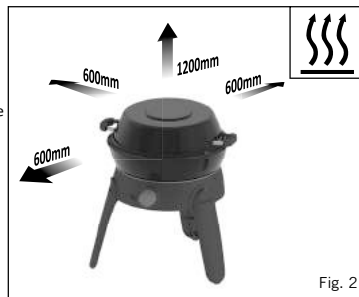

Fig. 2
- Urządzenie należy trzymać z dala od materiałów palnych w trakcie użytkowania. Minimalne bezpieczne odległości to: Nad urządzeniem: 1,2 m. Z tyłu i po bokach: 600 mm. (Patrz rys. 2)